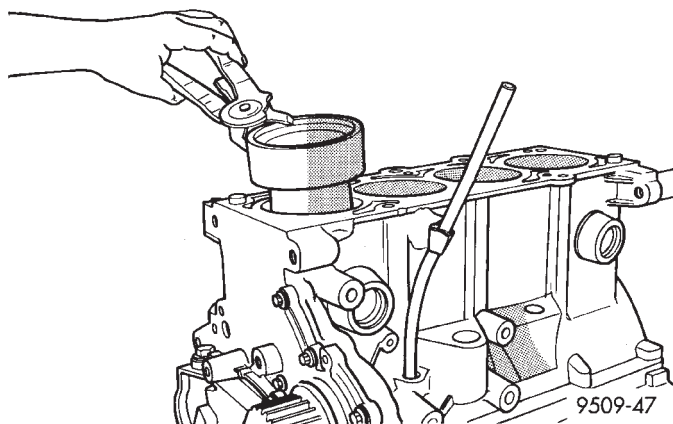

Fig. 93 Pistón-Instalación
(3) Sumerja la culata y los aros del pistón en aceite de motor limpio, deslice el aro compresor sobre el pistón (Fig. 93). **Asegúrese de que la posición de los aros no varíe durante esta operación.**